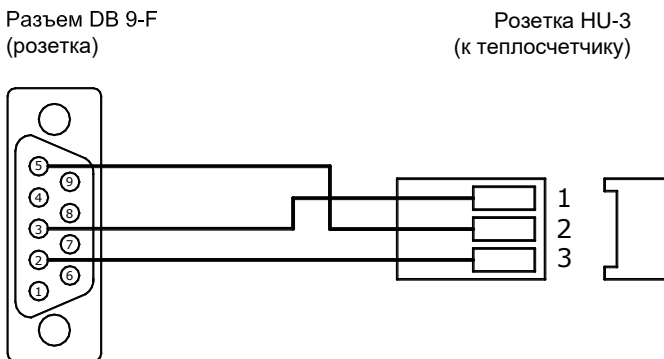

Рисунок 7.8
7.5.10 Для прямого соединения теплосчетчик – ПК следует использовать кабель, изображенный на рис. 7.8.